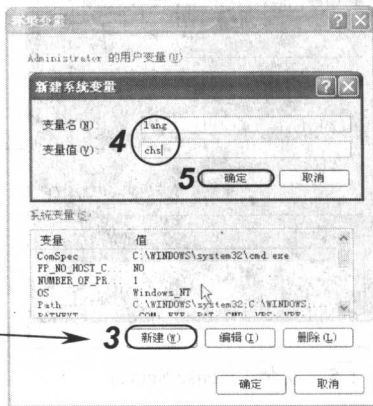

图 1-2 设置环境变量
(2) 单击“环境变量(E)”按钮, 在打开的对话框中单击“新建(N)”按钮, 然后在“新建系统变量”对话框中设置新建变量名为“lang”、变量值为“chs”的环境变量, 如图 1-2 所示。
(3) 依次单击“确定”按钮使设置生效。